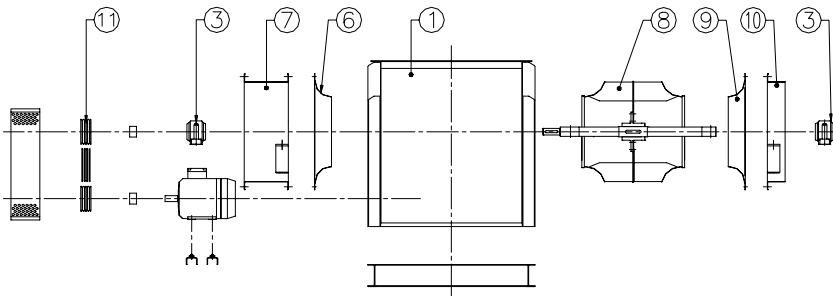

Fig. 4.11 Ensamblaje de ventilador centrífugo de doble aspiración
PASO 8: Montar las poleas, las correas [11] y tensar oportunamente (sólo para los ventiladores en ejecución 3D y 11D, véase Fig. 4.11 y véase punto 7.3 para el tensado).